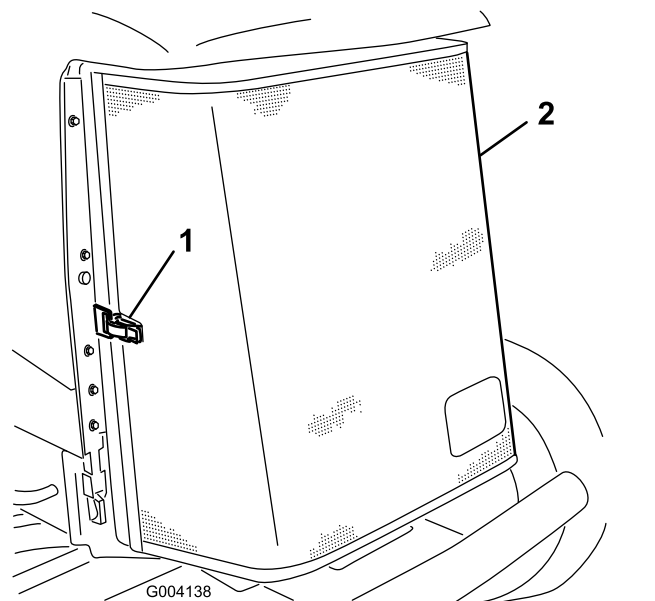

Figure 65
3. Déverrouillez le loquet et ouvrez la grille arrière (Figure 65).